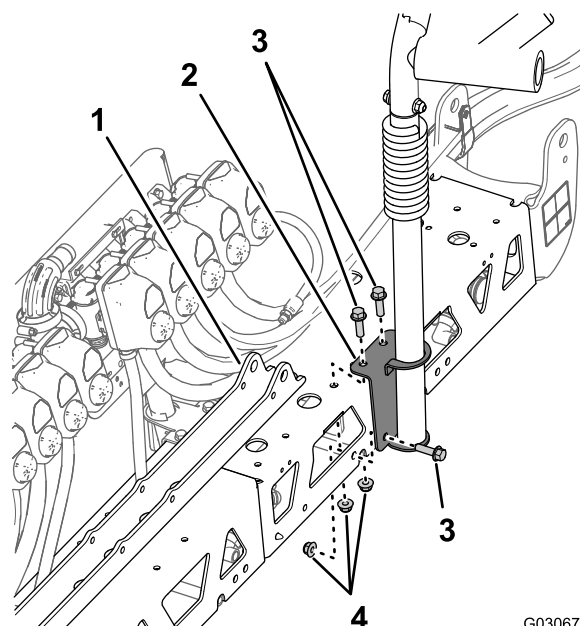

Figure 122
- Alignez les trous dans le support de montage du berceau de rampe droit que vous avez retiré à l'opération 3 de Dépose du berceau de rampe \(page 39\) et les trous en haut et à l'arrière (à droite du support de vérin) de la section de rampe centrale neuve (Figure 122).